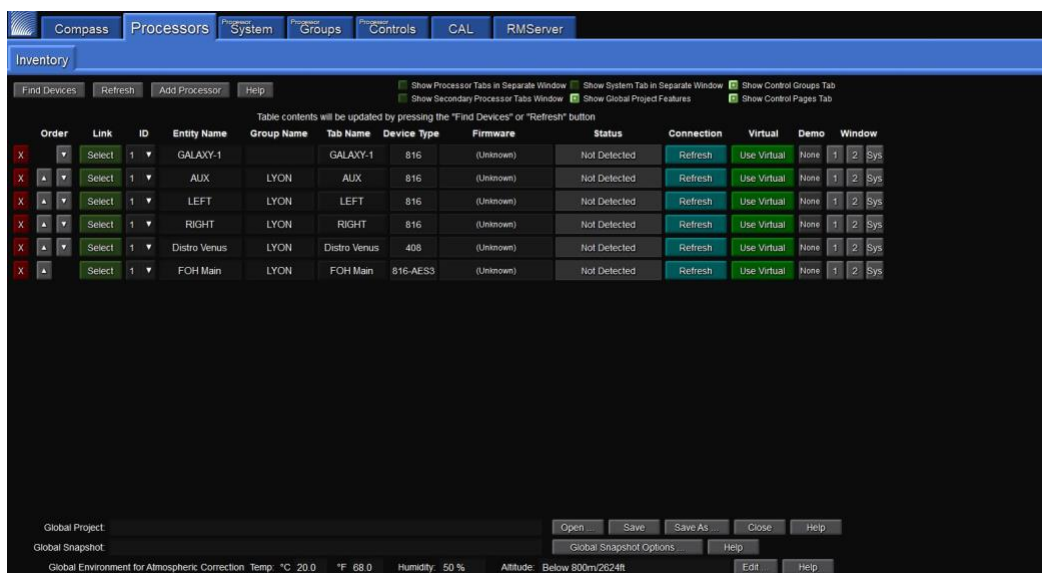

図 12: Processor Tab 画面
6. [Processors] というラベルの付いた上部のタブをクリックすると、[Inventory] タブが表示されます(図 12)。まだ自動検出されていない場合は、左上隅にある [Find Devices] ボタンをクリックして、使用可能な GALAXY プロセッサを表示します。自動的に一覧表示されます。表示されていない場合は、スイッチが適切に構成され、すべてのケーブル接続が正しいことを確認してください。